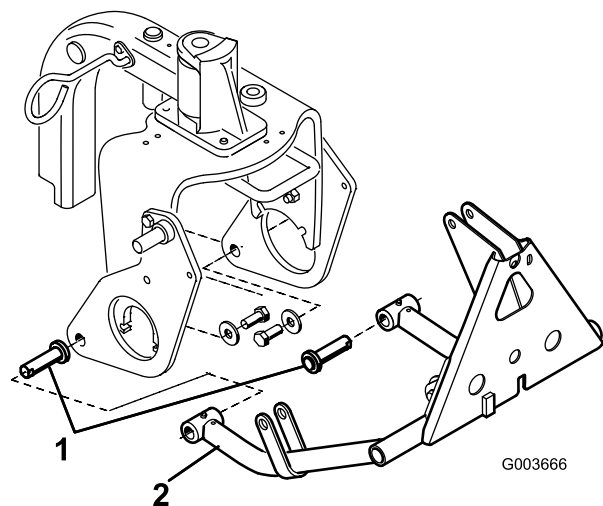

Рисунок 8
3. Вставьте цилиндрический палец в каждую трубу толкающего рычага, как показано на Рисунок 8.
4. Наденьте трубы толкающих рычагов на правую и левую торцевые пластины, совместив направляющие цилиндрических пальцев с отверстиями в торцевых пластинах (Рисунок 8).
5. Закрепите каждый цилиндрический палец в каждой торцевой пластине болтом (5/8 x 1-1/2 дюйма) и шайбой (1,68 нар. диа. x 0,65 внутр. диа.), как показано на Рисунок 8. Затяните болты с моментом 150 фут-фунт.